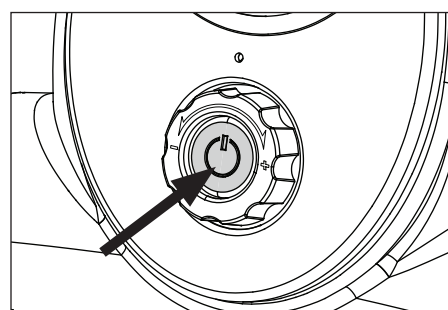

Figure 4 - Bouton de courant
5. Enfoncez le bouton de courant. (Voir la figure 4).
5. Enfoncez le bouton de courant. (Voir la figure 4). L'appareil s'éteindra automatiquement lorsqu'on atteint la pression réglée.